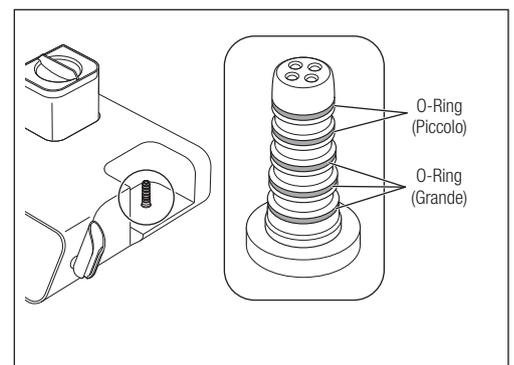

Fig. 48
- 1) Rimuovere gli O-ring dal connettore del supporto del serbatoio con un ago, ecc. (Fig. 48).
- Gli O-Ring sono di diverse dimensioni, pertanto, assicurarsi di inserirli al posto giusto (Fig. 48).